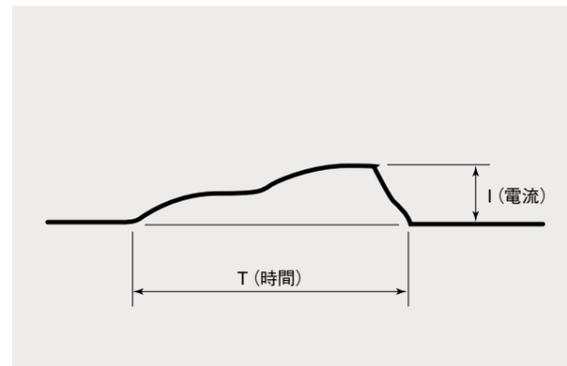

図56 閉路・開路制御電流波形
<表9> 直流 (DC) 操作における閉路・開路制御電流と通電時間 (図56参照)